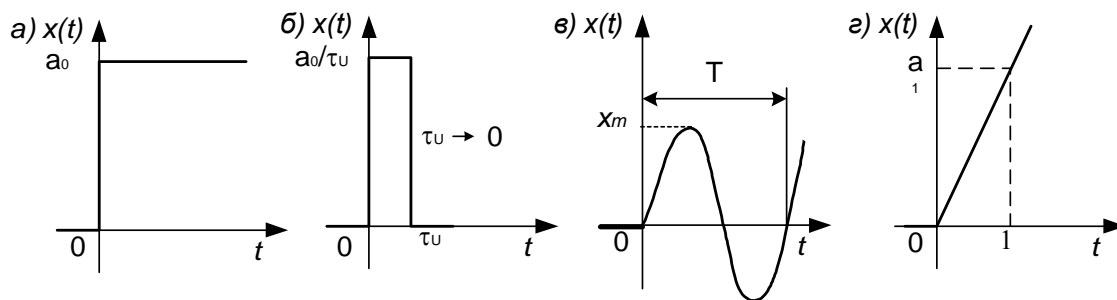

Рис. 2. Виды типовых воздействий
**Ступенчатое воздействие** – воздействие, которое мгновенно возрастает от нуля до некоторого значения и далее остается постоянным (рис. 2, а).
**Импульсное воздействие** – одиночный импульс прямоугольной формы (рис. 2, б), имеющий достаточно большую высоту и малую длительность (по сравнению с инерционностью испытываемой системы) с площадью  $a_0$ .
**Гармоническое воздействие** – сигнал синусоидальной формы, описываемый функцией (рис. 2, в)
Линейное воздействие – воздействие, описываемое функцией (рис. 2, г)